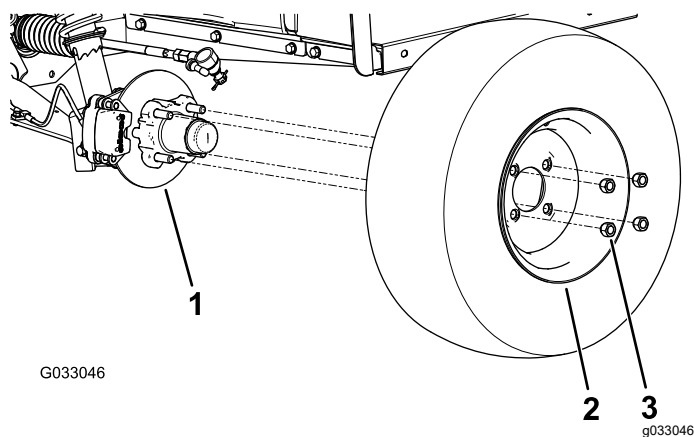

図 30
2. ホイールをハブに固定しているラグナット4個を外す 図 30。
4. ホイールをハブに取りつける。空気バルブを外側に向けて取り付けること 図 30。
5. ラグナットを使用して、ハブにホイールを取り付ける 図 30。